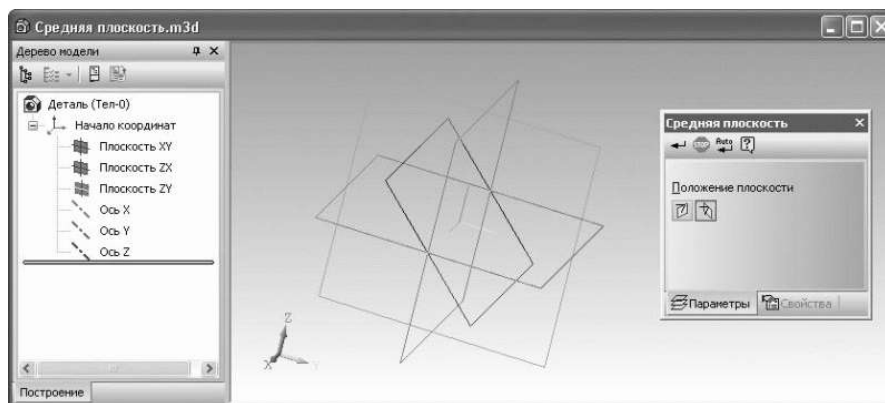

Рис. 3.33. Построение средней плоскости между двумя ортогональными плоскостями: XY и ZX
**Средняя плоскость** – позволяет построить вспомогательную плоскость-биссектрису двугранного угла и иногда бывает очень полезной (рис. 3.33). Для построения такой плоскости достаточно указать две плоские грани или плоскости. Если заданные грани непараллельны, то построенная плоскость пройдет через линию их пересечения и будет размещена под одинаковым углом к каждой из них (бисекторная плоскость). В противном случае построенная плоскость будет точно посередине между двумя параллельными гранями или плоскостями.